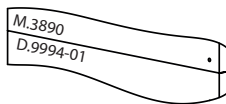

Рис. 2
3. Расположить дверь D.9994-01 вертикально, чтобы расположенные в торце отверстия были направлены вверх и поставить на пленку (см. схему). Соединить вставку двери М.3890 с дверью D.9994-01, наживив вначале штекерные стяжки в отверстия двери, при этом соблюдая соосность отверстий и строго вертикальность изделий. После произвести окончательное соединение вставки М.3890 с D.9994-01 путем аккуратного вбивания вставки под своим весом в D.9994-01, при этом соблюдая строгую вертикальность деталей. По завершению шайба штекерной стяжки должна утопиться полностью в D.9994-01 и визуально должно быть, как на рис. 2.